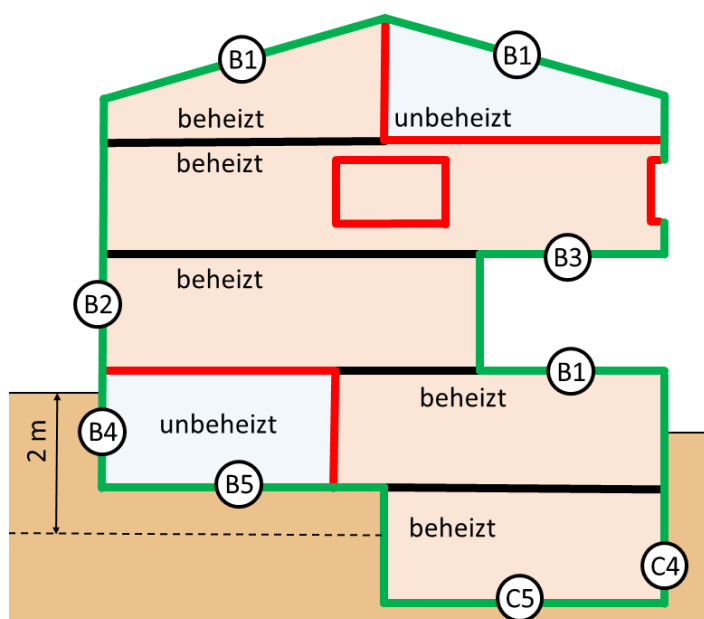

Abbildung 1: Förderberechtigte Flächen (grün) und nicht förderberechtigte Flächen (rot)
- Die beantragten Bauteile umschliessen im Ausgangszustand beheizte Gebäudeteile. Unbeheizte Räume direkt unter oder über beheizten Räumen werden beheizten Räumen gleichgestellt (siehe Abbildung 1).